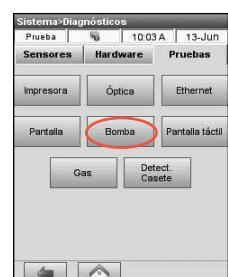

Ilustración 4: Administrador del sistema> Diagnósticos> Pruebas> Bomba
- Pulse **Bomba** (Ilustración 4) para probar el motor de la bomba. La bomba debería funcionar suave, sin exceso de ruido. Esta prueba de diagnóstico pasa automáticamente por todas las velocidades que se emplean durante el funcionamiento normal (7.5–120 rpm) y luego vuelve a la pestaña de Diagnósticos > Pruebas.